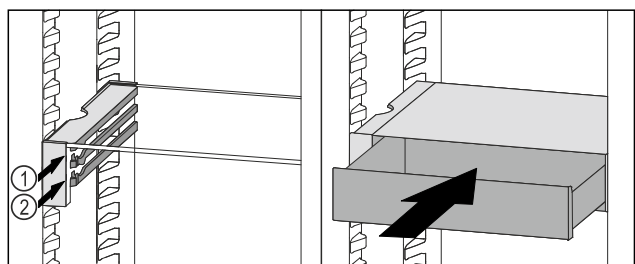

Fig. 144
- ▶ Установите выдвижной ящик VarioSafe за стопоры на требуемый выступ Fig. 144 (1) или Fig. 144 (2).